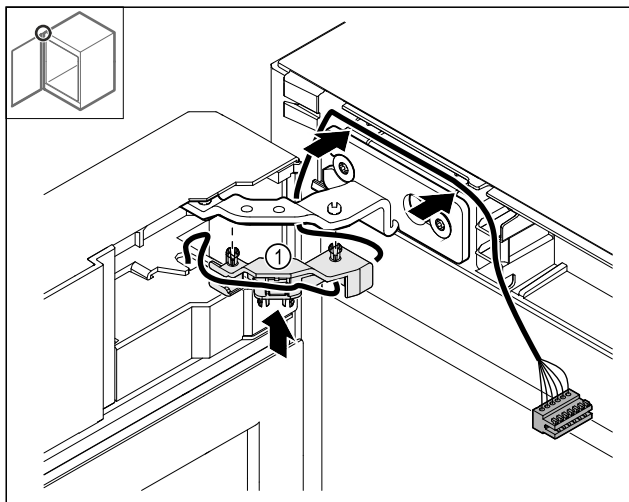

Fig. 47
- ▶ Nyomja be a kábeltartó Fig. 47 (1) a zsanérba.